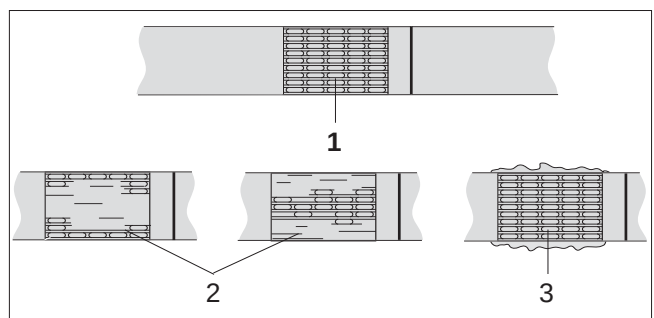

Fig. 12 Verschlusskontrolle
- Verschluss regelmässig auf sein Aussehen überprüfen (siehe Fig. 12). Bei schlecht geschweissten Bändern: **Einstellung der Schweisszeit überprüfen (siehe Kapitel 6.3.3).**